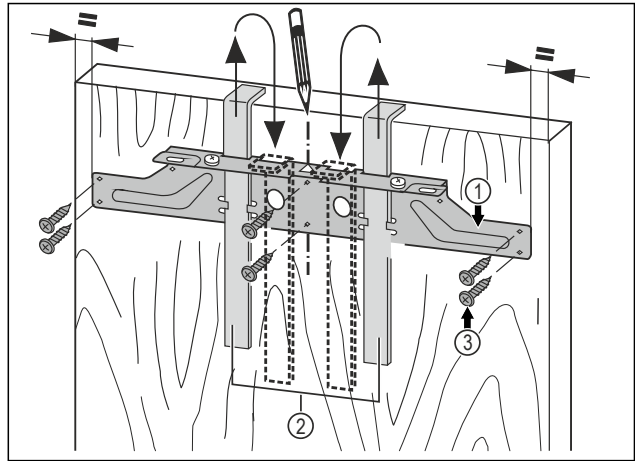

Fig. 45
- ▶ Навесьте крепежную поперечину Fig. 45 (1) с монтажными вспомогательными элементами Fig. 45 (2) на внутреннюю сторону мебельной двери.
- ▶ Выровняйте крепежную поперечину Fig. 45 (1) по центру на двери.
- ▶ Прикрутите крепежную поперечину Fig. 45 (1) по меньшей мере 6 винтами Fig. 45 (3).
- ▶ Прикрутите крепежную поперечину Fig. 45 (1) 4 винтами Fig. 45 (3) по краю.
- ▶ Вытяните вверх монтажные приспособления Fig. 45 (2) и, развернув, вставьте их в расположенные рядом приемные отверстия.